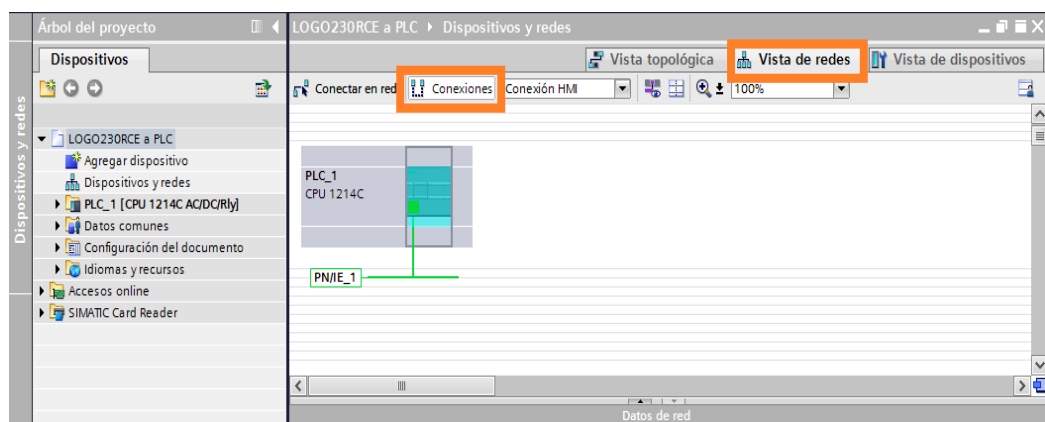

Figura 62: Conexiones en vista de redes.
8. A continuación seleccionar “Vista de redes” e ir a conexiones Figura 62.